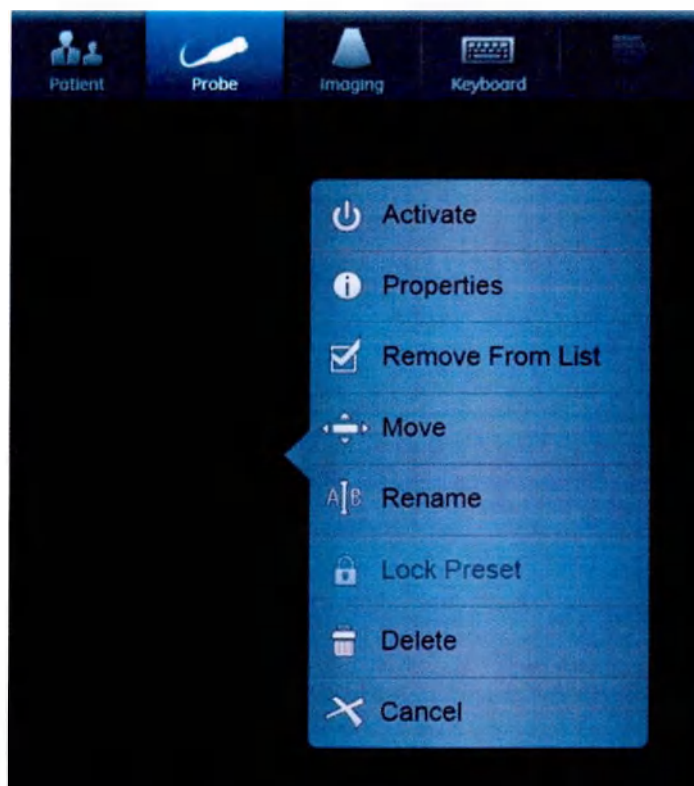

Рис. 12-92. Меню настройки предустановок
3. Нажмите на предустановленный параметр приложения, который нужно изменить. Отобразится меню *настройки предустановок* (Рис. 12-92).
Появится меню настройки предустановленных параметров (Рис. 12-92).
Отобразится меню *настройки предустановок* (см. Рис. 12-92 на *стр. 12-131*).